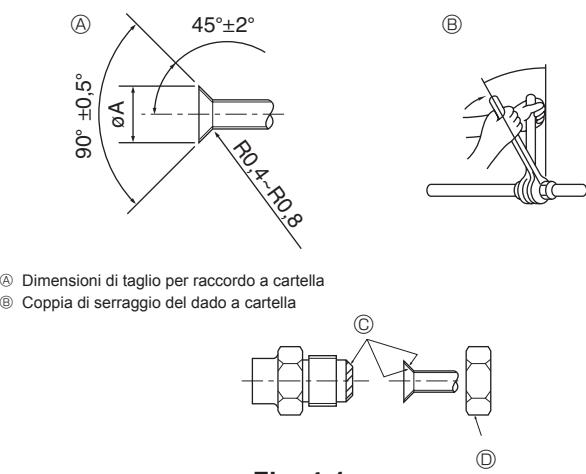

Fig. 4-1
4.2. Collegamento dei tubi (Fig. 4-1)
- Stendere uno strato sottile di oliorefrigerante sul tubo e collegare la superficie di appoggio prima di serrare il dado a cartella. Ⓐ (Fig.4-1)
- Serrare i raccordi dei tubi usando due chiavi. Ⓑ (Fig.4-1)
- Applicare olio adatto alle macchine di refrigerazione sull'intera superficie di allacciamento svasata. Ⓑ (Fig.4-1)
- Utilizzare i dadi a cartella per le seguenti dimensioni di tubazioni. Ⓒ (Fig.4-1)
Ⓐ (Fig. 4-1)
Ⓑ (Fig. 4-1)